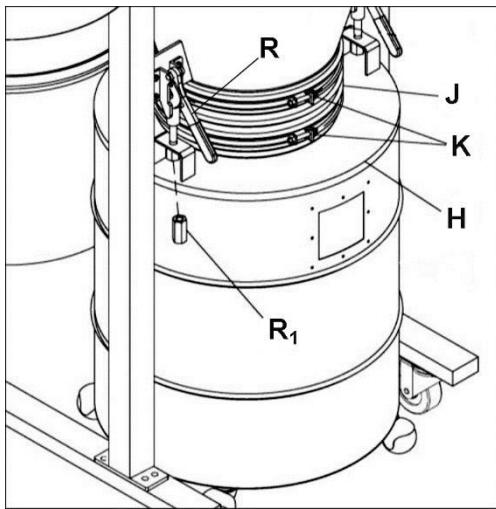

Рис. 12
17. Наденьте шланг (J) на конус воронки и крышку контейнера и зафиксируйте его с помощью 2 хомутов (K), сверху и снизу. См. Рис. 12.
20. Потяните оба рычага быстрого действия (R, Рис. 12) затем присоедините крышку контейнера (Н, Рис. 12) к рычагам. Затяните удлиненную гайку (R₁, Рис. 12) на каждом рычаге.